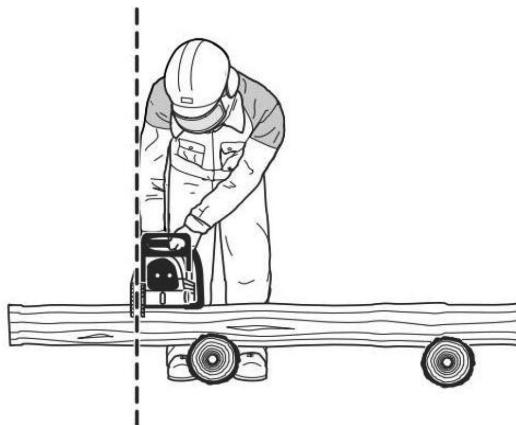

Рис. 4
- Пилу следует располагать таким образом, чтобы никакая часть тела не находилась на линии движения пильной цепи (рис. 4).